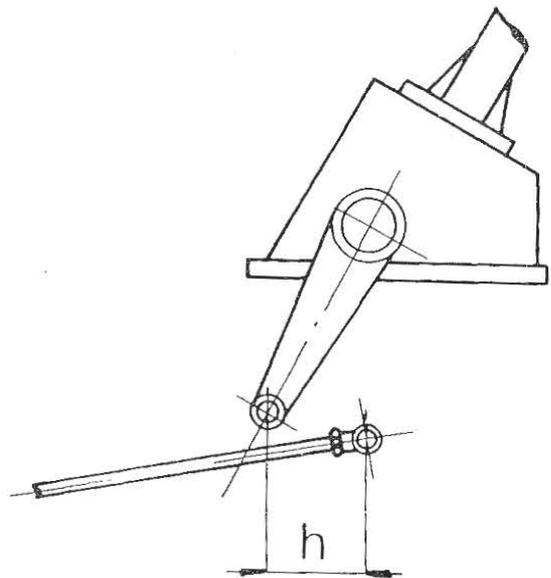

FIG. 71 – Position du levier de direction avec volant complètement à gauche
- faire tourner le volant vers la gauche en plaçant le levier de direction tout à fait en avant (Fig. 71);
- mesurer la distance (h) avec un pied à coulisse (Fig. 71);